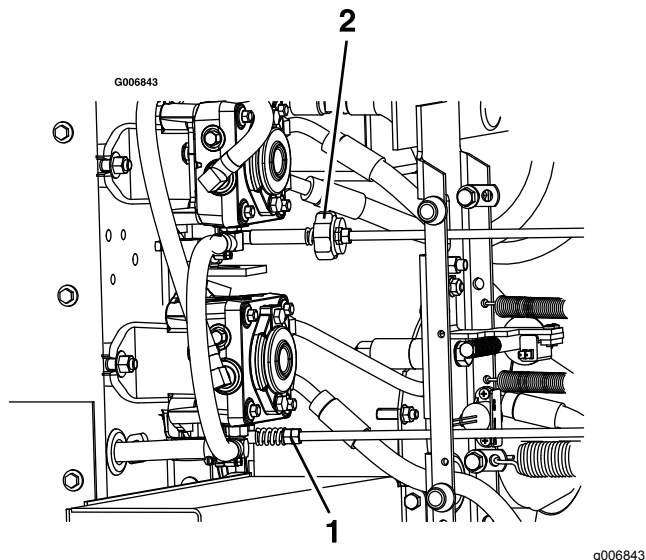

Figure 55
9. Pour obtenir la position POINT MORT, réglez les tringleries de commande de pompe droite et gauche qui relient la commande de direction aux bras de commande de pompe jusqu'à ce que les roues s'arrêtent de tourner ou tournent légèrement en sens inverse (Figure 55).
11. Réglez la tringlerie de pompe droite en utilisant une clé pour tourner les doubles écrous sur l'ensemble (Figure 55)